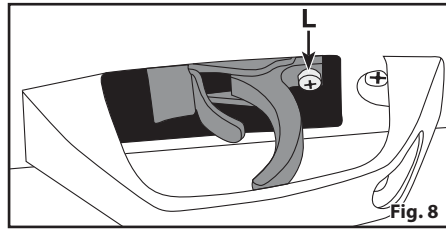

Fig. 8
- L. Parafuso De Ajuste Do Gatilho (Fig. 8)
- 2. Ajuste o parafuso de ajuste na parte posterior do gatilho através do orifício no guarda-mato (Fig. 8). OBS.: O tamanho e a posição do orifício no guarda-mato podem variar entre modelos.